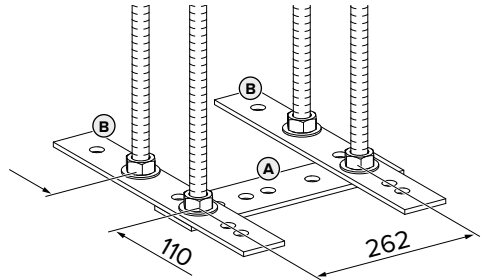
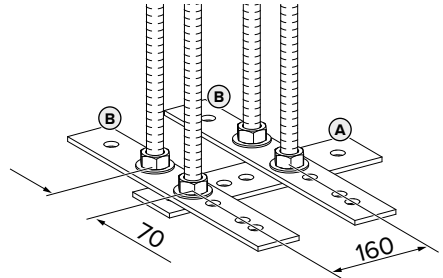

Bild 1: Mått [mm]
Bild 2: Mått [mm]
- Stick in gängstängerna under beaktande av måtten i Bild 1 och Bild 2 i plattstålen. Kontrollera att plattstålet (A) och plattstålen (B) har placerats med rätt vinkel (90°).